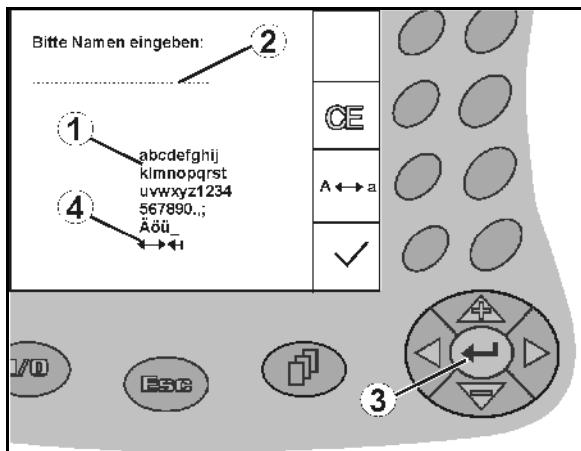

Fig. 12
Hvis det trengs inntasting av bokstaver eller tall på **AMATRON⁺**, vises inntastingsmenyen (Fig. 12).
I nedre del av displayet vises et valgfelt (Fig. 12/1) med bokstaver, tall og piler som brukes til å bygge opp inntastingslinjen (Fig. 12/2) (tekst eller siffer).
Valg av bokstaver eller sifre i valgfeltet (Fig. 12/3).
- Bruke valget (Fig. 12/3).
Pilene \leftrightarrow i valgfeltet (Fig. 12/4) gjør det mulig å flytte rundt i tekstlinjen.
Pilen \leftarrow i valgfeltet (Fig. 12/4) sletter siste inntasting.
1. / Plasser valgpilen (Fig. 12/1).
2. Bruk valget (Fig. 12/2).
- Trykk på funksjonstasten (Fig. 12/2) en gang.
→ Funksjon **på** (Fig. 12/1).